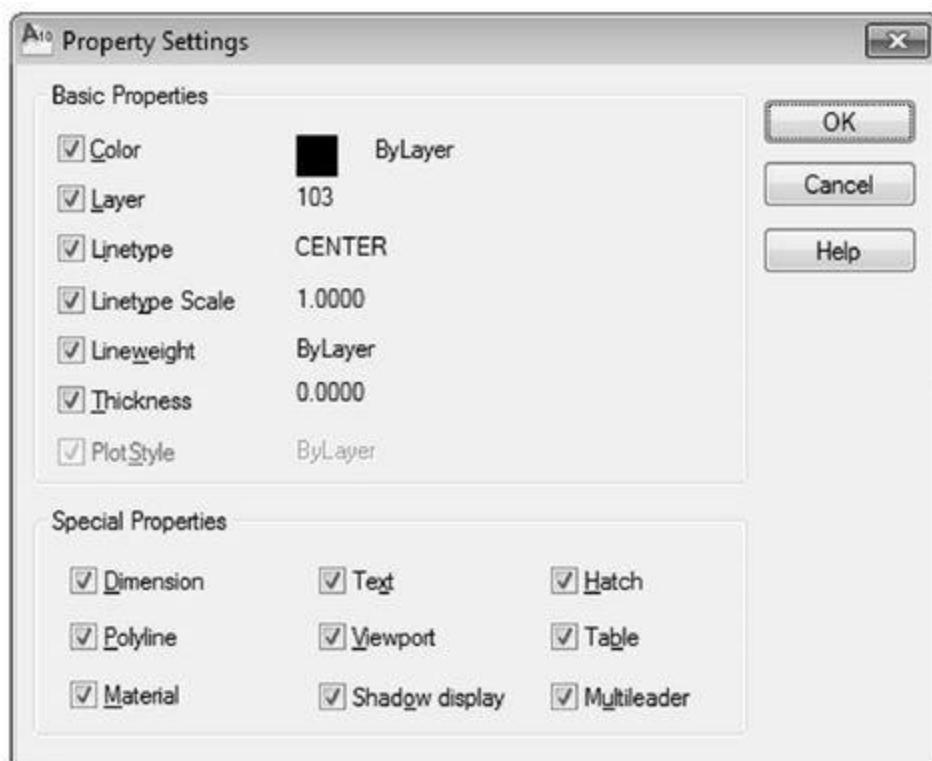

Рис. 7.10. Выбор свойств объектов для копирования
Настроить параметры копирования можно при помощи окна **Property Settings** (Настройки свойств) (рис. 7.10). В этом окне свойства, подлежащие копированию, помечены флажком. Если требуется, чтобы объект, на который переносятся свойства, унаследовал отдельные характеристики от уже оформленного объекта, необходимо оставить флажки только напротив соответствующих категорий, а остальные – снять.
4. Если необходимо копировать отдельные свойства, нужно щелкнуть правой кнопкой мыши и выбрать из контекстного меню пункт **Settings** (Настройки). В открывшемся окне **Property Settings** (Настройки свойств), изображенном на рис. 7.10, снимите флажки напротив тех свойств, которые переносить не нужно, и нажмите **OK**.